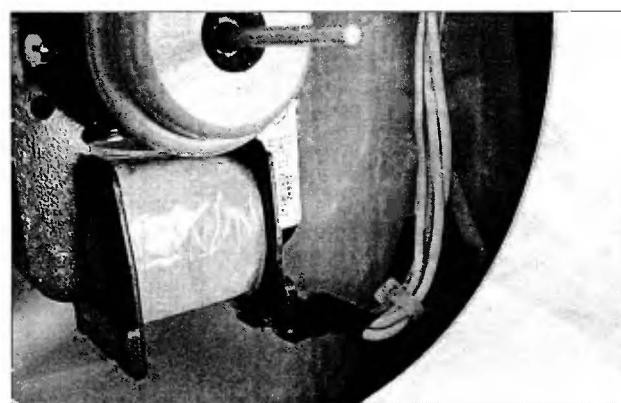

Рис. 8.10
- Проверяют, не касается ли клемма или жгут проводов облицовки камеры (рис. 8.10).